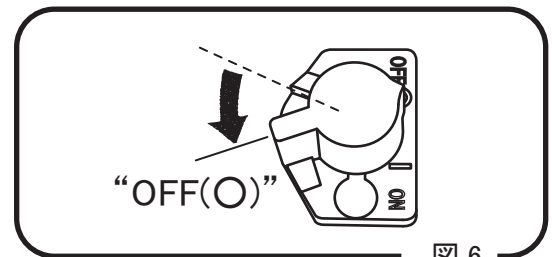

図 6
- 1 作業を止めてエンジンを停止させる時は、調速レバーを戻し低速回転で 3 ～ 5 分程エンジンを回してエンジンの温度が下がってからストップスイッチを“OFF(O)”側に回して下さい。(図 6) エンジンが熱い内に停止させますと、シリンダー内壁の油膜が焼けて磨耗を早める等、本機へ悪影響を与え寿命が短くなったり思わぬ故障の原因となります。